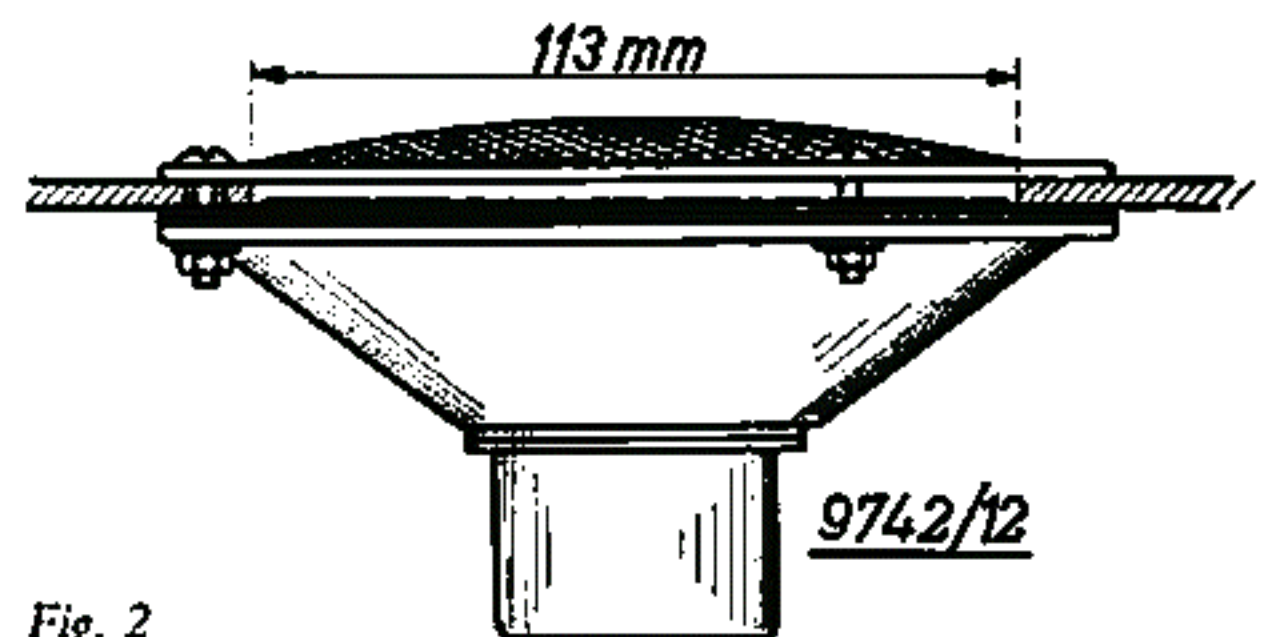

Fig. 2
- b. Monteer vervolgens de luidspreker, de opvullingen en het siervenster volgens fig. 2.